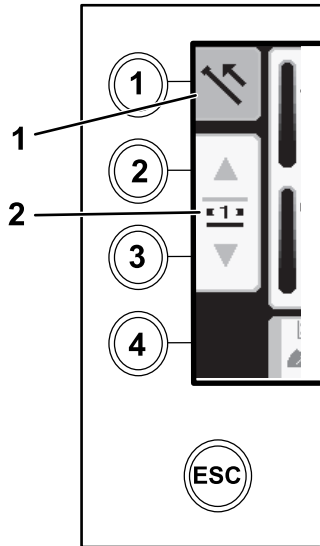

Рисунок 6
1. Нажмите кнопку 1 для выбора опции протягивания трубы (Рисунок 6).
- Нажмите кнопки 2 и 3 для выбора ряда, в который вы хотите поместить трубу (Рисунок 6).